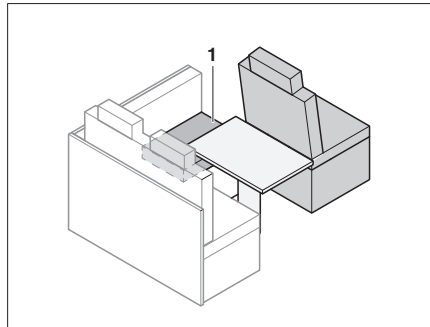

Fig. 180 Antes de la transformación
- Poner el cojín del asiento (Fig. 180,1) al lado.